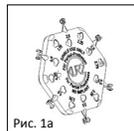
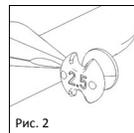

Рис. 1a
Рис. 2
■ **Рис.1a, 1b/2** Регулировочный диск (Рис. 1a, 1b) для частичных протезов имеет шесть индивидуальных регулировочных приспособлений типа звездочки (2,0-4,5 мм). Соответствующая длина нанесена на задней стороне каждого регулировочного приспособления (Рис. 2). Вырезы и отверстия выполнены так, чтобы уменьшить вес и обеспечить четкое видение во время проведения измерений в среднем ухе.